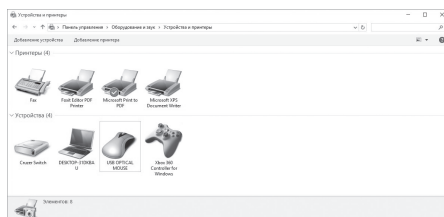
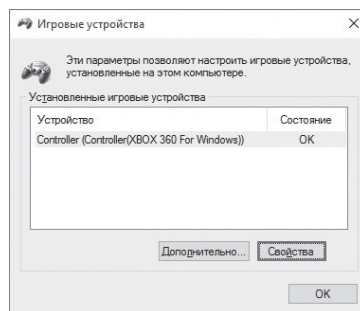
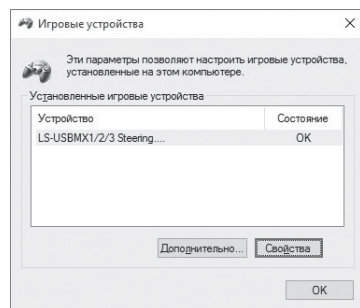

Рис. 4
Рис. 6
Рис. 7
- Для того, чтобы проверить и настроить руль, необходимо открыть вкладку «Устройства и принтеры» в панели управления Windows (в режиме «XInput» руль отображается как «Xbox 360 Controller for Windows», в режиме «DirectInput» - «PS3/PC Gamepad»), затем щелкнуть правой кнопкой мыши по иконке устройства и выбрать «Параметры игровых устройств» (возможно потребуются права администратора) (рис.4,5). При этом появится окно «Игровые устройства». В режиме «XInput» руль отображается как «Controller (Controller (XBOX 360 For Windows))» (рис.6), в режиме «DirectInput» - «LS-USBMX1/2/3 Steering...» (рис.7). Для переключения между режимами «DirectInput» и «XInput» необходимо нажать кнопку «Mode» на 5 секунд.